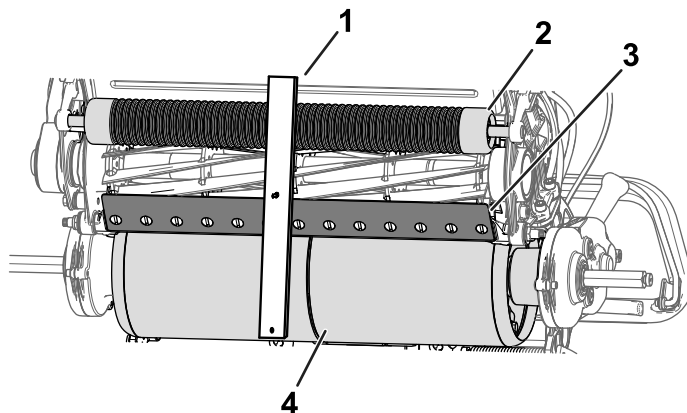

Рисунок 13
2. Зацепите головку винта мерной планки регулировки высоты скашивания за правую сторону режущей кромки неподвижного ножа и расположите задний конец планки на тяговом барабане (Рисунок 13).